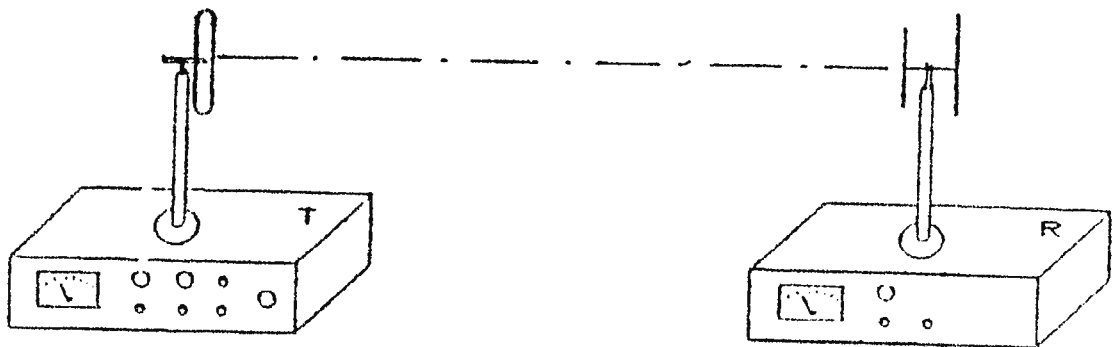

FIGURA 4.
1. Colocar en el transmisor la antena Yagi (SO4100-2F), y la antena de dos elementos en el receptor, con la diferencia que serán colocadas en forma vertical, como se muestra en la figura 4.